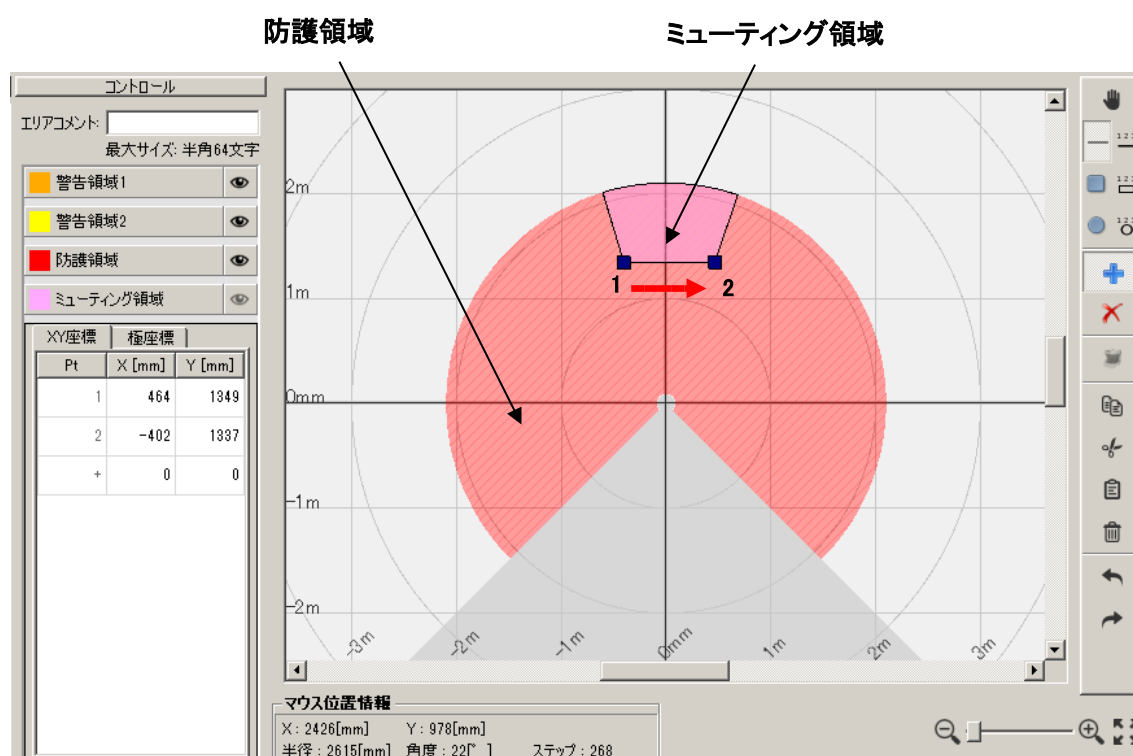
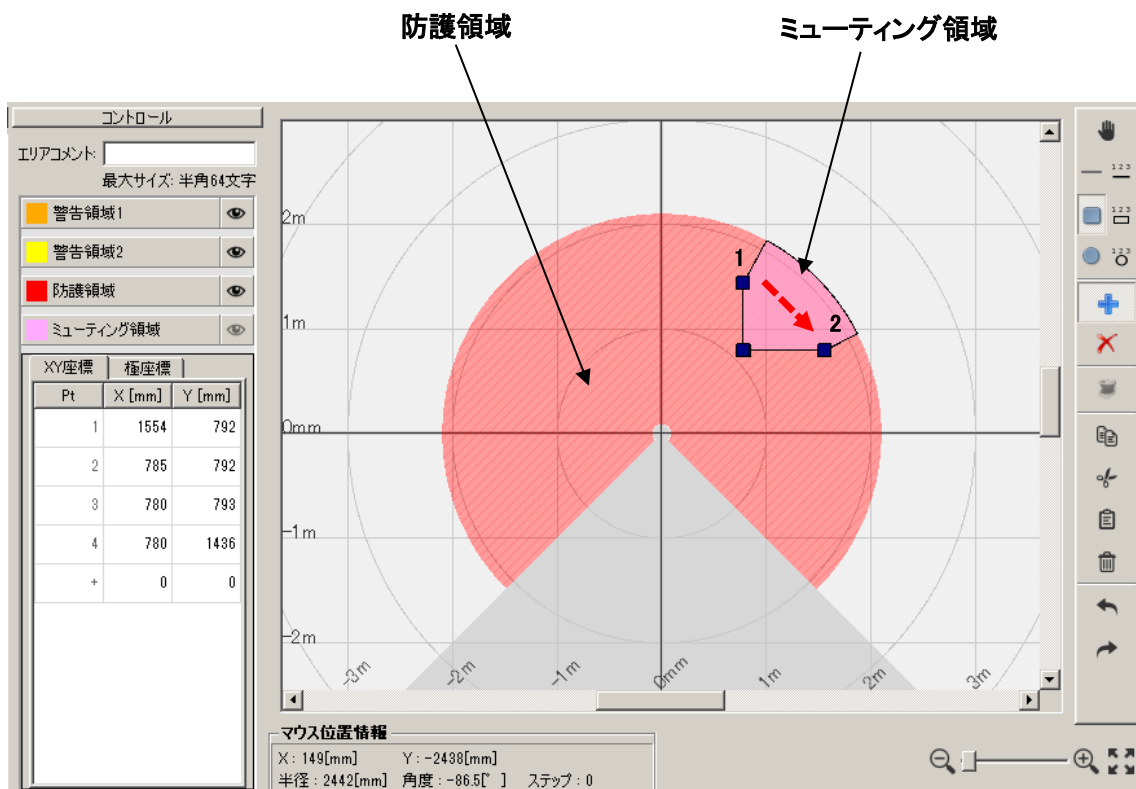

図7-47 ミューティング領域設定例1
図7-48 ミュート領域設定例2
- ミューティング領域の設定例を図7-47、図7-48に示します。ミューティング領域は桃色で表示されます。